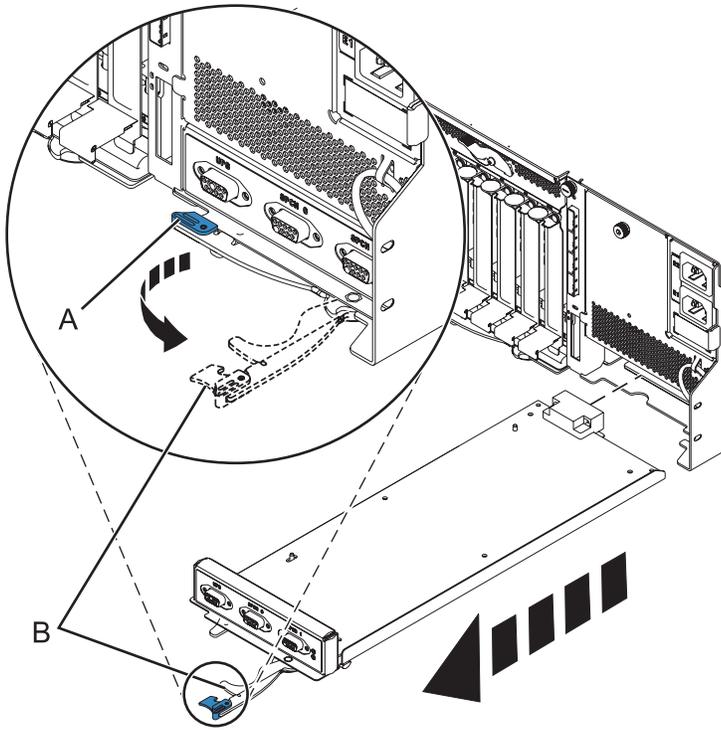

図 56. エンクロージャー管理コントローラーの取り外し
- b. ラッチ (A) をつまんで、ハンドル (B) をアンロックします。 76 ページの図 56を参照してください。